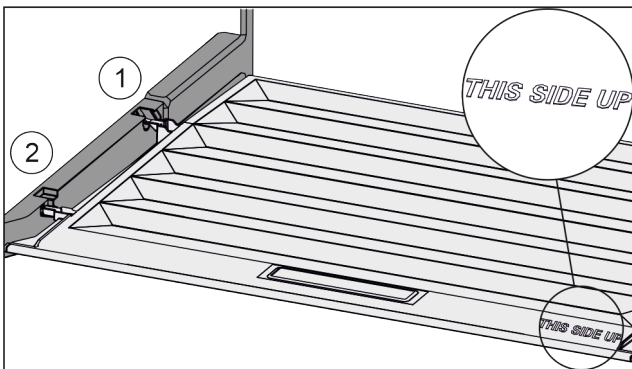

Fig. 51
- ▶ Пъхнете шийките на капака през отвора в задния държач Fig. 51 (1) и фиксирайте отпред в държача Fig. 51 (2).